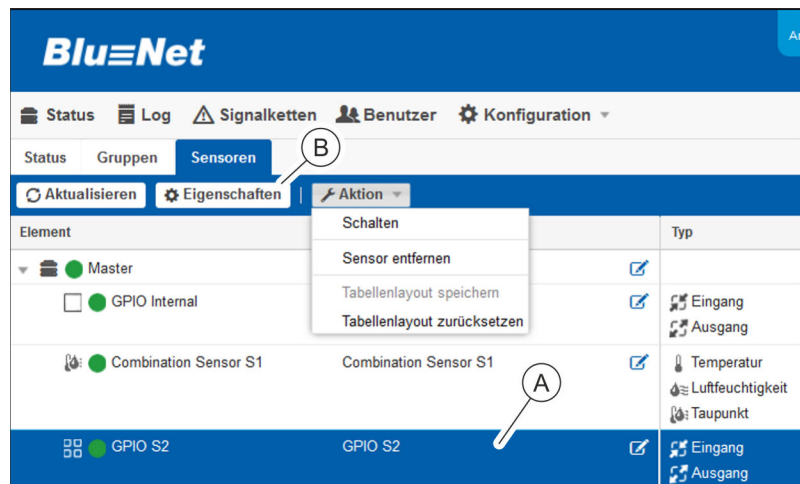

Abb. 132: Menü "Status" – Registerkarte "Sensoren"
4. ➤ In der Registerkarte "Sensoren" das gewünschte GPIO-Modul auswählen (Abb. 132/A).
5. ➤ Über die Schaltfläche „Eigenschaften“ die Detailansicht aufrufen (Abb. 132/B).